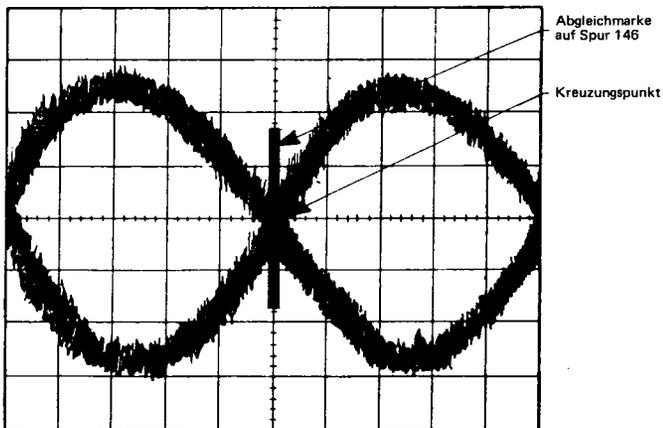

Abb. 6 CE-Signal
- Justiere die Köpfe wie in der Abbildung 6 gezeigt. Köpfe mit  $3,6 \pm 0,5$  inch/lbs anziehen.